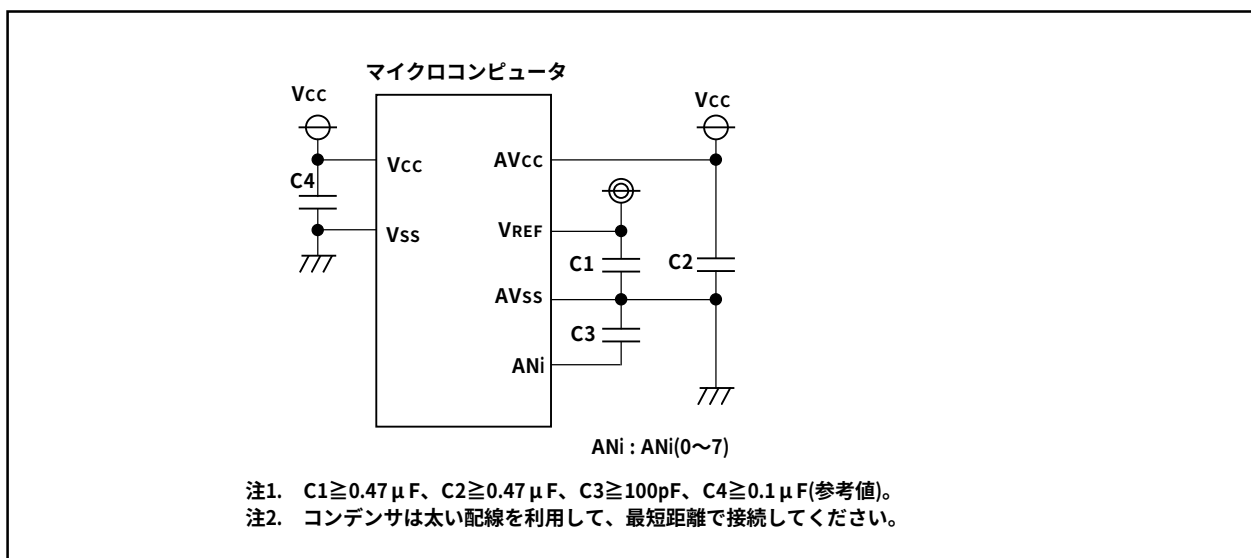

図1.8.1. 各端子の処理例
3. ノイズによる誤動作やラッチアップの防止、また変換誤差を低減するため、AVCC端子、VREF端子、アナログ入力端子(AN_i($i=0\sim7$))とAVSS端子の間には、それぞれコンデンサを挿入してください。同様にVCC端子とVSS端子の間にもコンデンサを挿入してください。図1.8.1に各端子の処理例を示します。